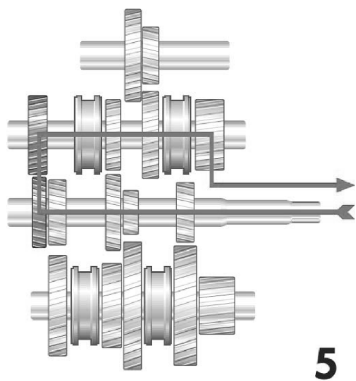

图 3-28 5 档动力传递
5) 5 档 动力→传动轴→传动轴 5 档齿轮→输出轴 5 档齿轮 14→输出轴上 5、6 档同步器→输出轴→动力输出，如图 3-28 所示。